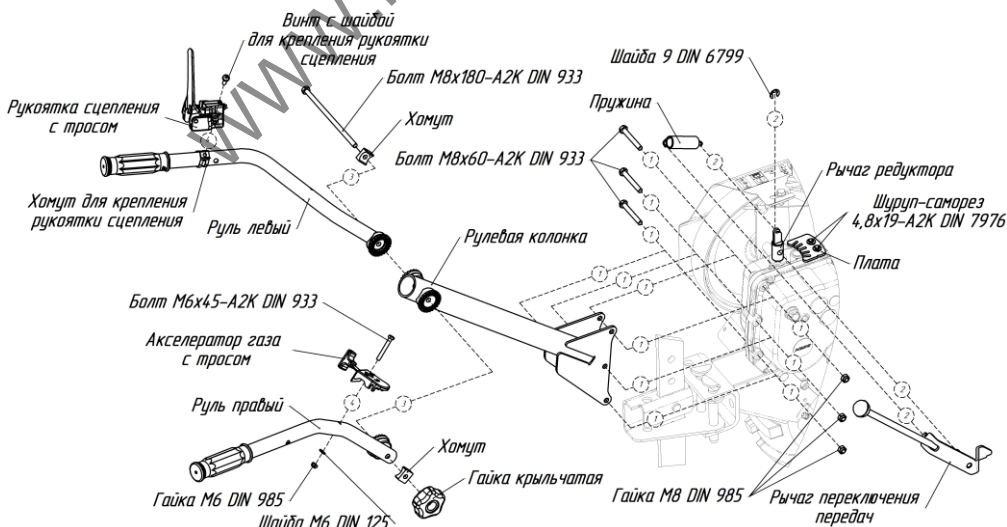

Рис.7. Схема установки на мотоблок деталей, демонтированных для облегчения упаковки и транспортировки
3. После установки руля на раму мотоблока следует закрепить акселератор газа с тросом в отверстии на правой половине руля с помощью винта М6, пружинной шайбы и гайки М6, проверить работу механизма возвратно-поступательными движениями рычага (рис. 7).
Установить Рычаг переключения передач в отверстие на Рычаге редуктора и зафиксировать его Шайбой. (Рис.7, 7.1.)
Завести Пружину в зацепление сначала с Рычагом редуктора, затем с Рычагом переключения передач. (Рис.7, 7.1.)